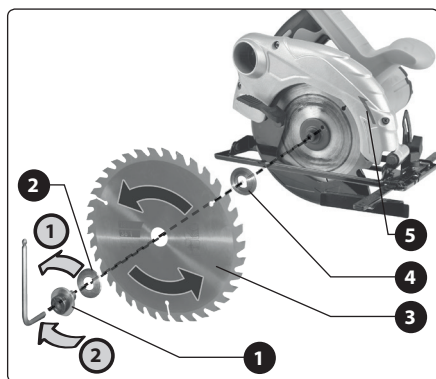

Abb. 2
3. Halten Sie die Spindelarretiertaste und schrauben Sie gleichzeitig mit einem Sechskant-(Inbus-)Schlüssel die Spannschraube mit der Unterlegscheibe (Abb.2, Position 1) in Pfeilrichtung „1“ heraus und nehmen Sie sie ab.
4. Kippen Sie den unteren Sägeblattschutz (Abb.1, Position 10) zur Seite und setzen Sie auf die Mitnehmerscheibe (Abb.2, Position 4) das Sägeblatt so auf, dass die Richtung der Sägeblattzähne der Pfeilrichtung auf dem oberen Sägeblattschutz (Abb.2, Position 5), sie Abb. 2, entspricht.
5. Sichern Sie das Sägeblatt anschließend durch ordentliches Anziehen der Spannschraube mit der Unterlegscheibe (Abb.2, Position 2) in Pfeilrichtung „2“.